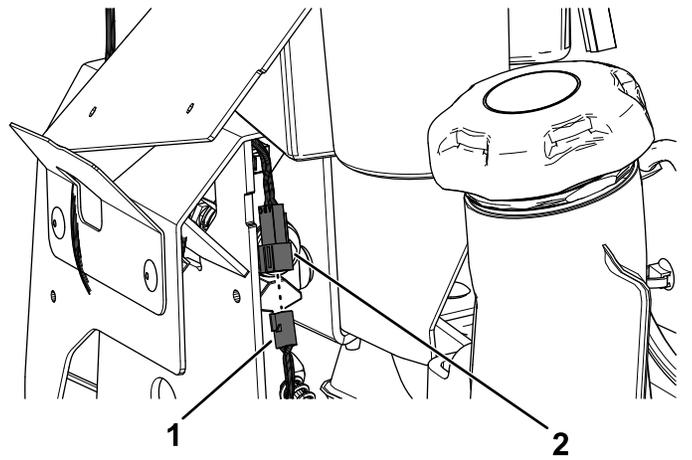

Bild 17
2. Verbinden Sie den Kabelbaumstecker des Kits mit dem Stecker des neuen linken Fahrtriebshebel (Bild 17).